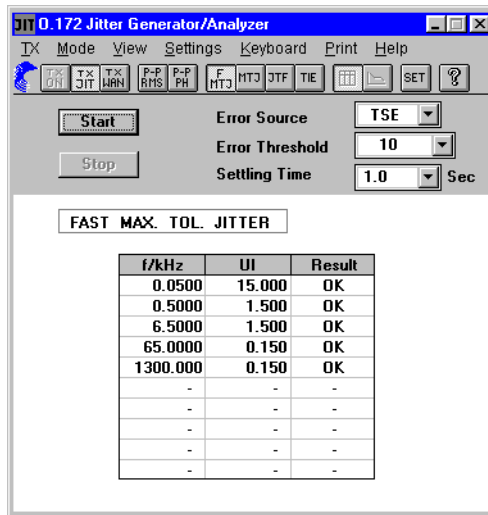

Bild A-61 Fenster bei Fast-MTJ-Messungen
- Die Tabelle (siehe Bild A-61) enthält vom Anwender vorgegebene Kombinationen bzw. Defaultwerte von Jitterfrequenzen und Jitteramplituden. Diese werden nach dem Start der Messung in der Reihenfolge der Tabelleneinträge eingestellt.